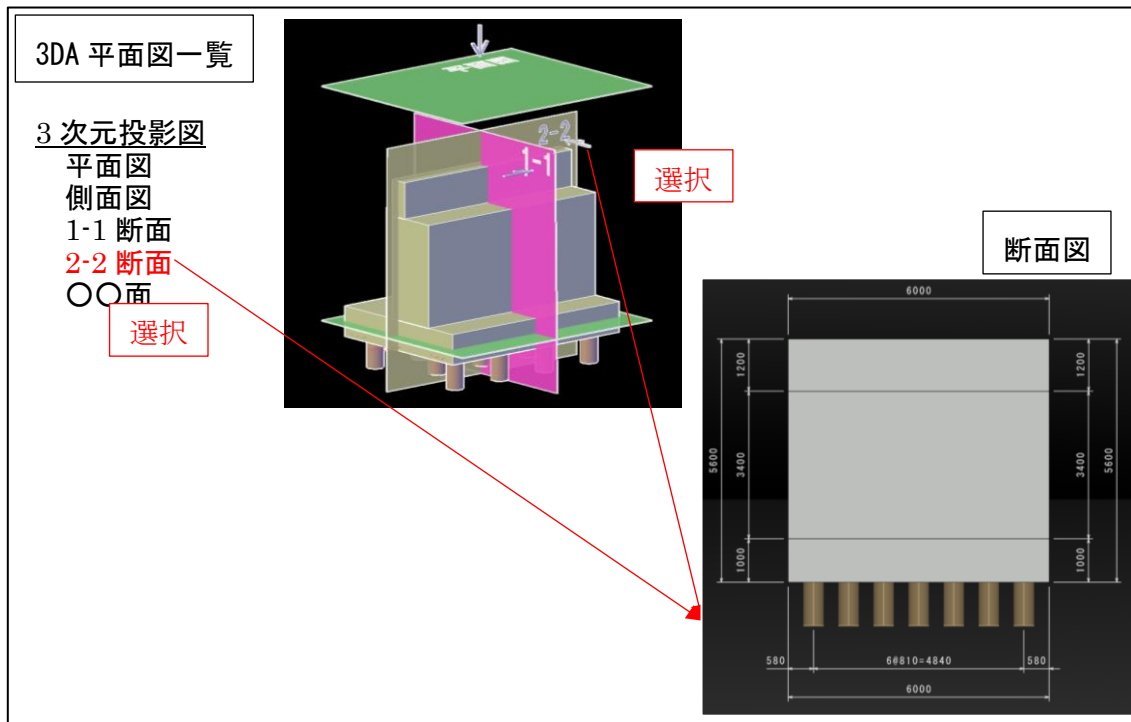

図 5-1 下部工 3DA モデル 3DA 平面位置図の例
4) 3DA 平面位置図は、「第 1 編 共通編 2-5 3DA 平面図の設定」により、設定した 3DA 平面図の位置図を作成・表示する（図 5-1 参照）。3DA 平面位置図は、3 次元投影図として作成し、拡大／縮小の切り替え、移動、回転ができるようにする。3DA 平面図は、3DA 平面を選択、又は表示された図面名を選択することにより表示できる（表 5-1 参照）。